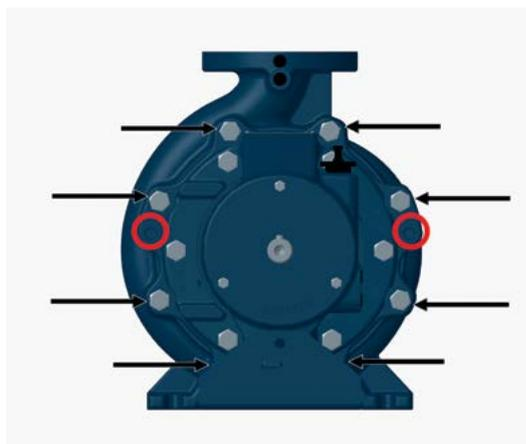

Figura 18 - Vista de la tapa de la carcasa ilustrando los tornillos
6. Para retirar el conjunto back pull-out debe apretarse los dos tornillos en el local indicado con círculo rojo en la Figura 18.